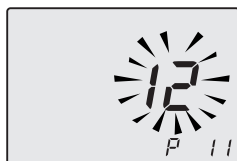

Figura 5.43
- Scorrere i vari parametri utilizzando i tasti 18 o 19 fino a far apparire sul display LCD le lettere **P11** e valore del parametro, indicanti l'entrata nel "parametro 11" (Figura 5.43).